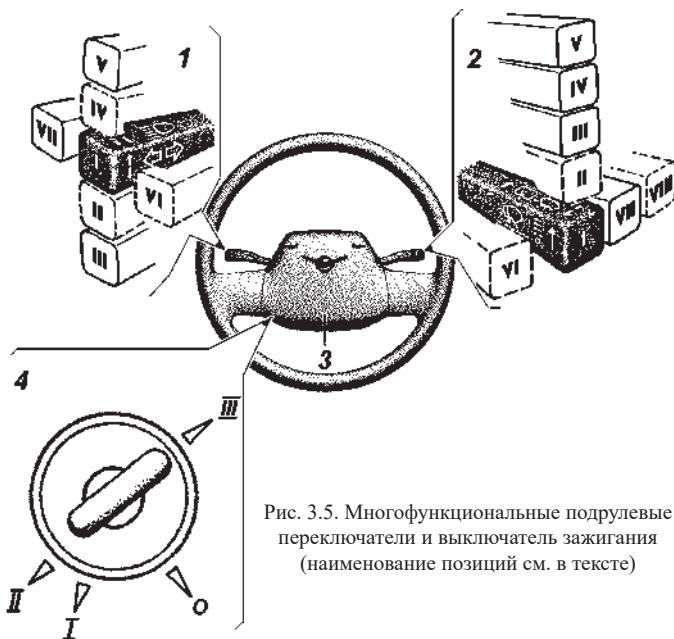

Рис. 3.5. Многофункциональные подрулевые переключатели и выключатель зажигания (наименование позиций см. в тексте)
- 4 – многофункциональные подрулевые переключатели (рис. 3.5);
Многофункциональные подрулевые переключатели и выключатель зажигания (рис. 3.5):